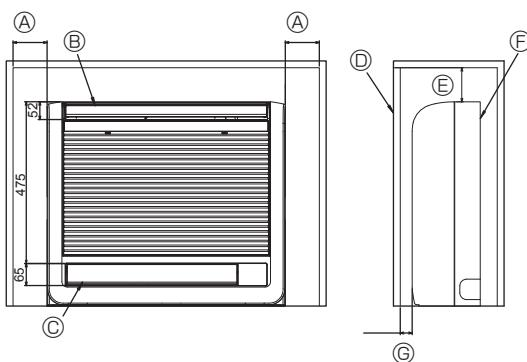

Fig. 6-1
6.1. Inserimento dell'unità interna in una parete (Fig. 6-1)